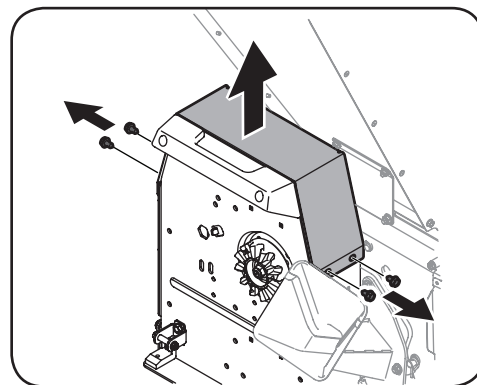

Figura 5-4
2. Extraiga los dos tornillos cubiertos que sujetan la tapa del sistema motor. Guarde los herrajes. Vea la Figura 5-4.